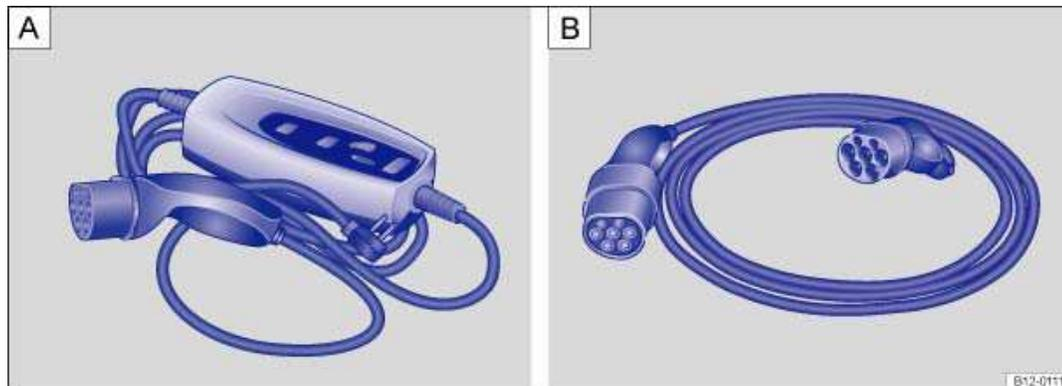

Abb. 108 Ladekabel: A: Für Netzsteckdosen, B: Für Ladesäulen.
- **Laden mit dem Ladekabel an einer Netzsteckdose:** Das mitgelieferte Ladekabel für Netzsteckdosen → Abb. 108 A ist im Fahrzeug untergebracht → Ablagen . Die Hochvoltbatterie wird mit einer Ladeleistung von bis zu 2,3 kW geladen. Zum Laden der Hochvoltbatterie muss der Netzstecker des mitgelieferten Ladekabels in eine Netzsteckdose gesteckt werden. Vor Anschluss des Ladekabels an das Fahrzeug Hinweise zur Benutzung beachten und den maximal zulässigen Ladestrom der jeweiligen Steckdose einstellen → Ladekabel verwenden .
- **Laden an einer Ladestation:** Der Ladevorgang erfolgt mit einem fest installierten Ladekabel oder mit einem speziell für das Laden an Ladestationen vorgesehenem separaten Ladekabel → Abb. 108 B. Die Hochvoltbatterie wird mit einer Ladeleistung von bis zu 3,6 kW geladen. Nicht an allen Ladestation kann zeitversetzt geladen werden → Sofortladen und zeitversetztes Laden . Über das portable Navigationsgerät können bevorzugt genutzte Ladestandorte angelegt werden → Abb. 112 A und ⇒ HeftBedienungsanleitung, bzw. elektronische Bedienungsanleitung des portablen Navigationsgeräts.
Dem Fahrzeug wird ein Ladekabel zum Laden an Netzsteckdosen¹⁾ (Hausanschluss) mitgeliefert → Abb. 108 A.
Fahrzeugabhängig kann im Fahrzeug zusätzlich ein Ladekabel zum Laden an Ladesäulen vorhanden sein → Abb. 108 B.
Dem Fahrzeug wird für das Laden mit Wechselstrom (AC-Laden) ein Ladekabel für Netzsteckdosen mitgeliefert → Abb. 108 A. Zum Verwenden des mitgelieferten Ladekabels immer die Informationen und Sicherheitshinweise für das Ladekabel beachten, siehe Schild am Ladekabel und → Ladekabel verwenden. Fahrzeugabhängig kann im Fahrzeug zusätzlich ein Ladekabel zum Laden an Ladesäulen vorhanden sein → Abb. 108 B. Allgemeine Informationen zum Laden der Hochvoltbatterie → Allgemeine Informationen zum Laden der Hochvoltbatterie und zum Vorbereiten des Ladens → Laden der Hochvoltbatterie vorbereiten beachten.
- Netzstecker des mitgelieferten Ladekabels für Netzsteckdosen → Abb. 108 A an eine Netzsteckdose anschließen, die von qualifiziertem Fachpersonal ordnungsgemäß installiert wurde und regelmäßig geprüft wird.
- **ODER:** Ladekabel → Abb. 108 B für das Laden an einer Ladestation an die Ladestation anschließen.